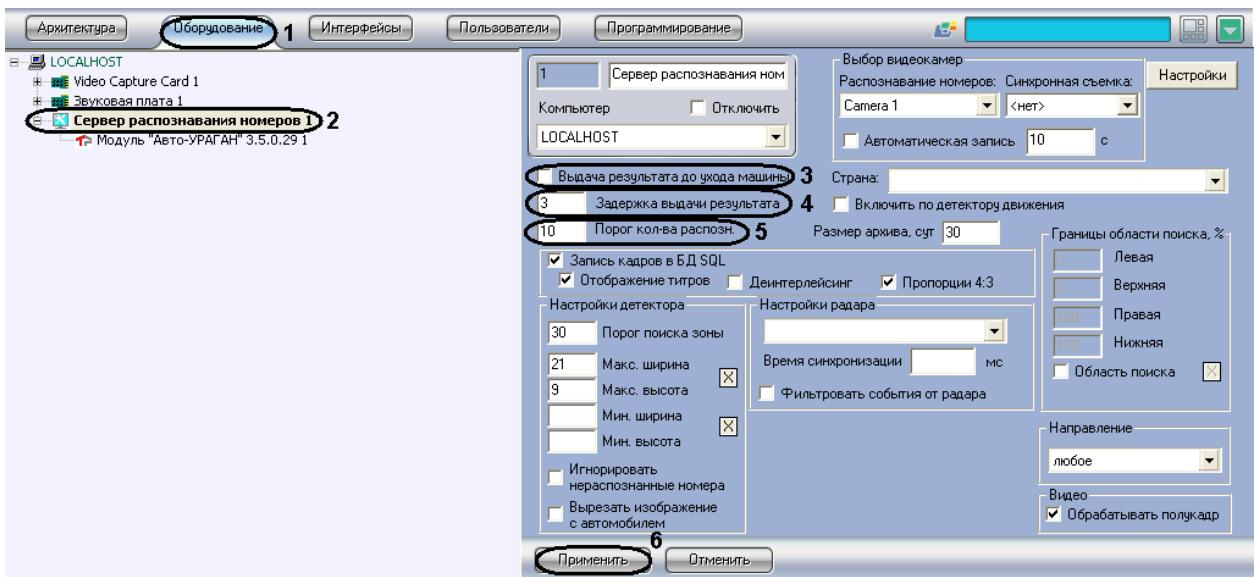

Рис. 7.2—17. Выбор параметров обработки номерного знака
1. В диалоговом окне «Настройка системы» перейти на вкладку «Оборудование» (Рис. 7.2—17, 1).
2. В дереве объектов на вкладке «Оборудование» выбрать объект «Сервер распознавания номеров», соответствующий активированному программному модулю «Авто-УРАГАН 3.5.0.29» или «VIT» (см. раздел «Активация программного модуля, используемого для распознавания номеров», Рис. 7.2—17, 2). В правой части вкладки «Оборудование» отобразится панель настройки выбранного объекта.
3. Установить флажок «Выдача результата до ухода машины» (см. Рис. 7.2—17, 3). В том случае, если флажок «Выдача результата до ухода машины» установлен, результат выдается до реального ухода машины из кадра (номера данной машины из границ поиска номерного знака). В противном случае, окончательный результат выдается только после реального ухода машины из кадра.
4. Задать параметр «Задержка выдачи результата» (секунды) (см. Рис. 7.2—17, 4). В том случае, если данный параметр задан, результат распознавания будет выдаваться сразу после того, как пройдет промежуток времени, заданный данным параметром. Данный промежуток времени начинает отсчитываться после первого распознавания номерного знака.
*Примечание. Данный параметр используется только при установленном флагажке «Выдача результата до ухода машины» (см. Рис. 7.2—17, 3).*
5. Задать параметр «Порог кол-ва распозн.» (см. Рис. 7.2—17, 5). В том случае, если данный параметр задан, результат распознавания будет выдаваться сразу после того, как количество надежных распознаваний номерного знака превысит значение данного параметра. Счетчик количества распознаваний является накопительным и не сбрасывается в случае временных потерь данной зоны или неправильных распознаваний.